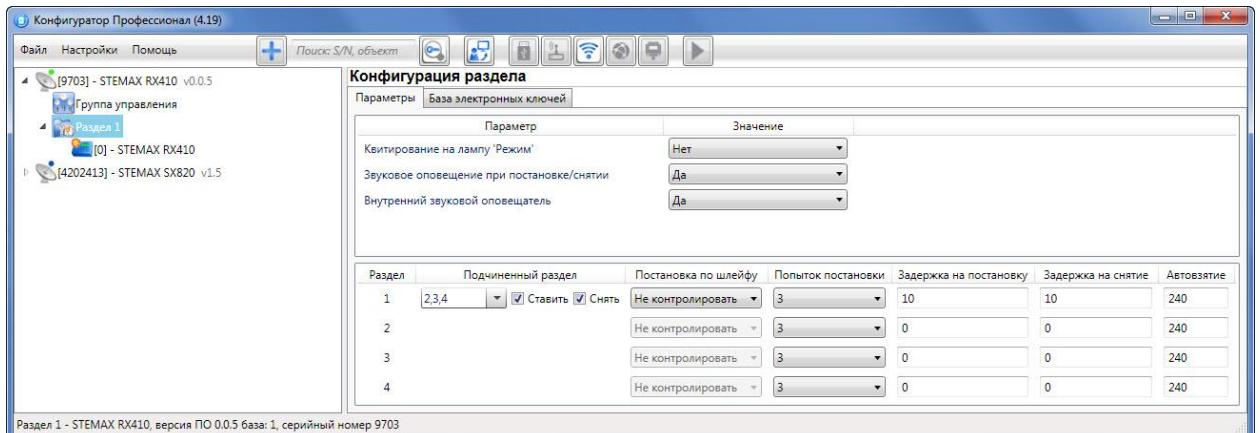

Рисунок 10.4 — Пример 2
**2** Первый раздел назначается главным, а все остальные — подчиненными ему на постановку. В таком случае при постановке на охрану главного раздела все подчиненные разделы будет автоматически синхронно ставиться на охрану. При снятии с охраны главного раздела все подчиненные разделы будет автоматически синхронно сниматься с охраны. Настройка, соответствующая этому примеру, показана на иллюстрации (см. рисунок 10.4).